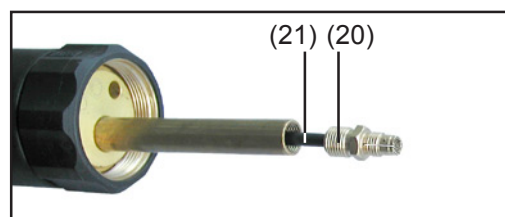

Fig. 14 Desserrer l'écrou tendeur
- Monter le tendeur (20) du côté du raccord de la torche de soudage, puis visser l'écrou tendeur (19) - clé à fourche, ouverture 10 mm (.39 in.)
- Mettre à longueur l'âme guide-fil (21) sur l'écrou tendeur suivant la fig. 14